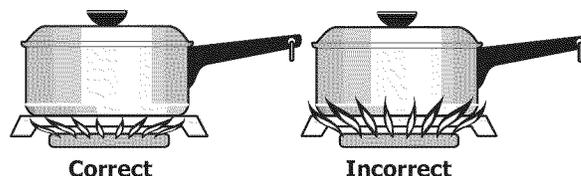

Figure 6 : Réglage de la flamme
3. Relâchez le bouton et tournez-le à la position **LITE** (léger) (Figure 6). Remarque : les quatre allumeurs de surface électroniques produiront une étincelle en même temps. Cependant, seul le brûleur que vous mettez en marche s'allume.